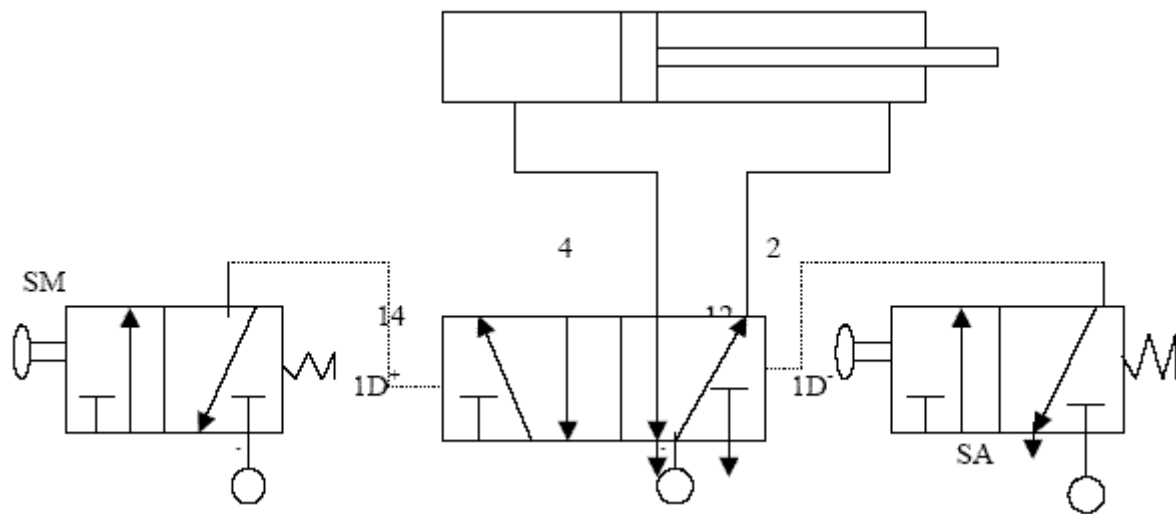

Figure 2
b) Même question pour le schéma suivant ( figure 2).